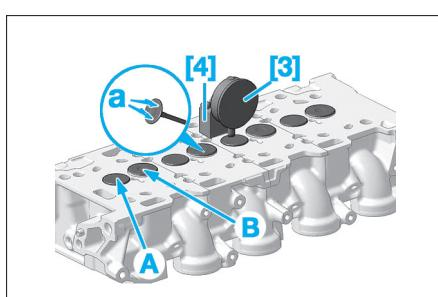

Fig. 56
- Monter les outils [3] et [4] sur le plan de joint de la culasse (Fig.56).